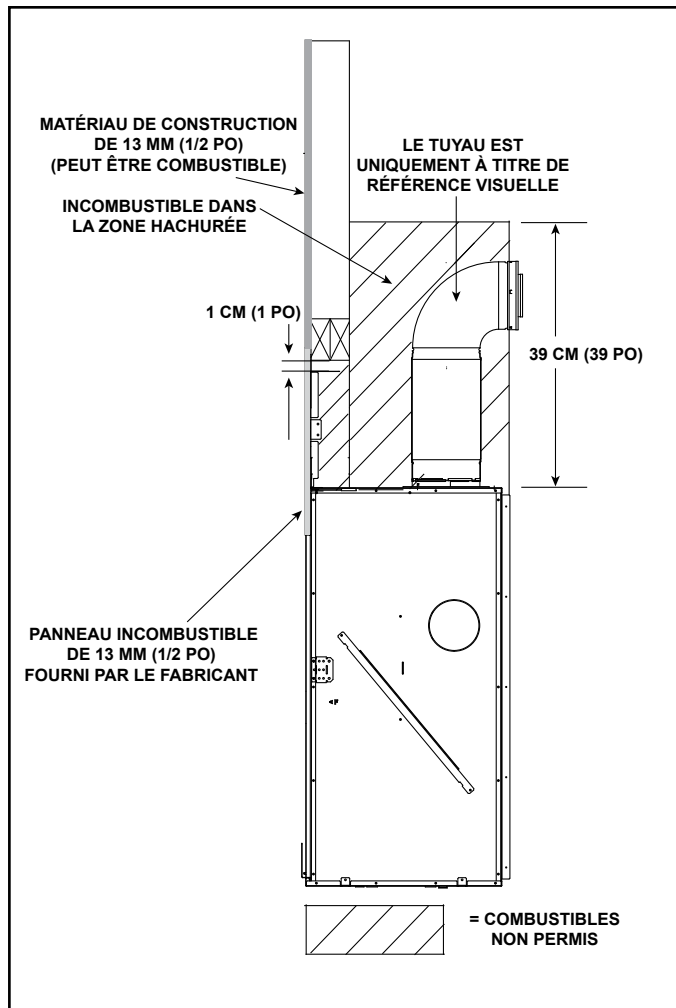

Figure 10.11 Zone incombustible
4. Glissez le côté gauche du panneau de verre fixe dans le côté gauche de l'appareil. Fixez la vitre avec la boulonnerie de l'étape 1. Ne serrez pas trop. Voir la figure 10.11.